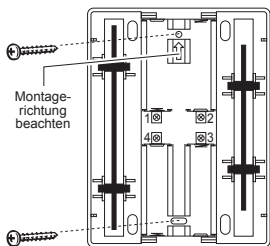

Abb.2
2. Befestigen Sie den Gong mittels der beiliegenden Schrauben an der gewünschten Stelle (mind. in 2,00m Höhe). Achten Sie bei der Montage auf die im Gehäuse-Inneren mit einem Pfeil markierte Montagerichtung senkrecht nach oben (Abb.2).